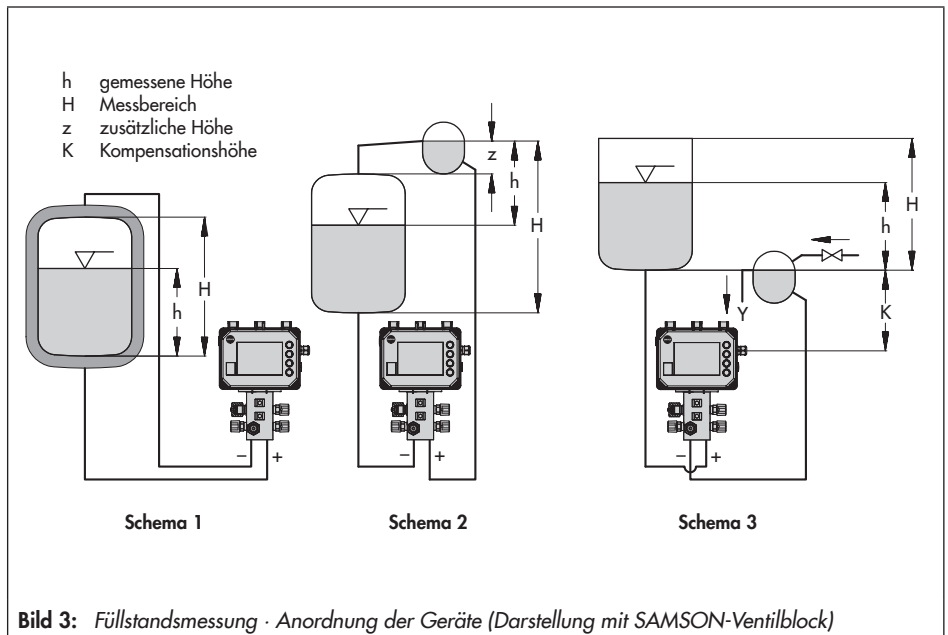

Bild 3: Füllstandmessung · Anordnung der Geräte (Darstellung mit SAMSON-Ventilblock)
- Bild 3, Schema 1: Messung bei kryogenen Tankanlagen (verflüssigte Gase)
- Bild 3, Schema 2: Messung an Druckbehältern mit kondensierendem oder nicht kondensierendem Druckpolster. Die zusätzliche Höhe z fließt in die Messung mit ein: z so klein wie möglich halten.
- Bild 3, Schema 3: Messung an offenen Behältern bei tiefliegendem Messgerät. Die Kompensationshöhe K kann nach bauseitiger Erfordernis beliebig groß gewählt werden.